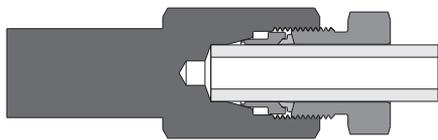

图5
2. 将管子插入到预装器的端口上, 拧紧卡套螺母至手紧位置, 并确保管子稳固地抵在端口的肩部(图5)。